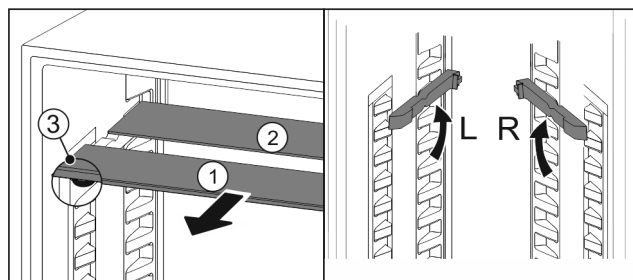

Fig. 139
- ▶ Skleněné desky jednotlivě vytáhněte dopředu Fig. 139 (1).
- ▶ Skleněná deska Fig. 139 (1) s ozdobnou lištou leží vpředu.
- ▶ Zářezky Fig. 139 (3) směřují dolů.